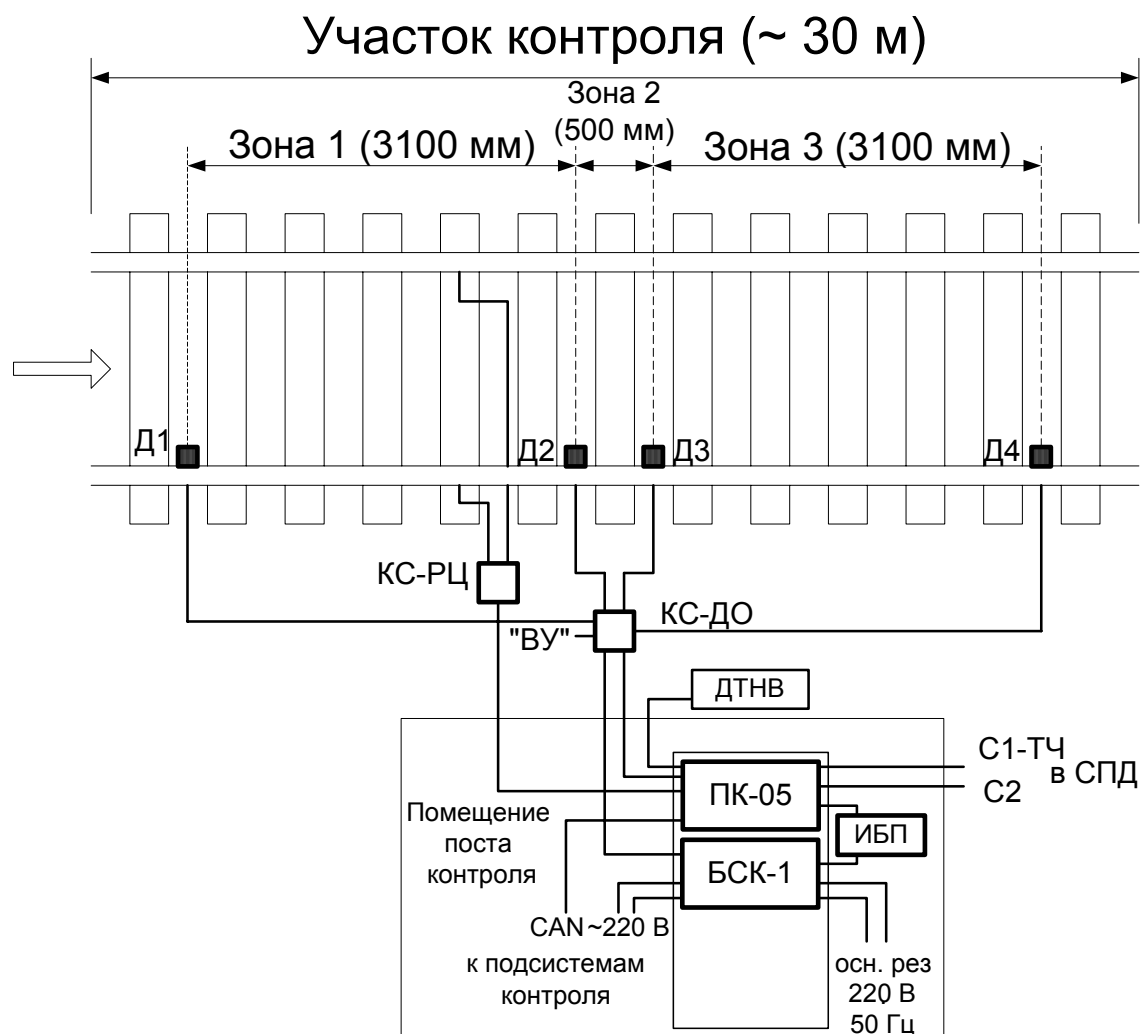

Рис.1.1 Структурная схема комплекса КТСМ-02
1.4.6 Структурная схема комплекса КТСМ-02 приведена на рис.1.1.